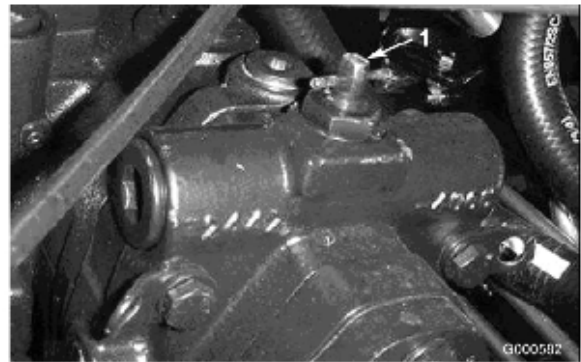

図 15
2. バイパス・バルブのレバー（図 15）を右または左に90° 回転（4分の1回転）させると内部でバイパスが形成される。これにより、トランスミッションを破損することなく機械を押して移動できるようになる。バルブを開けたとき、どちらの方向に回したかを覚えておくこと。